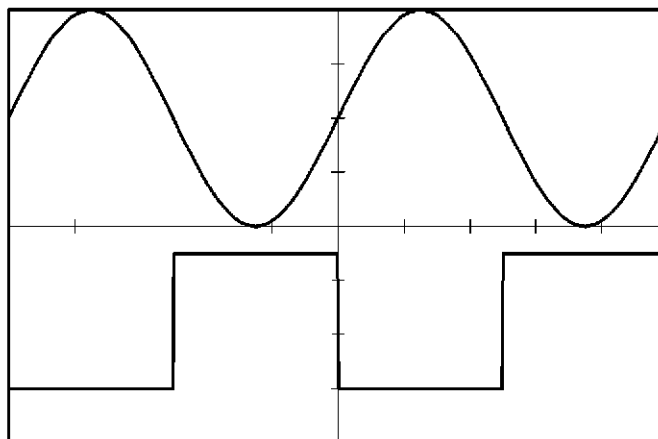

図 8-6 シーケンサ・マーカ、ネガティブの確認波形
- 18. 図 8-6 のように、出力信号が負の区間でハイになっているマーカが出力することを確認します。(マーカ極性ネガティブの確認)